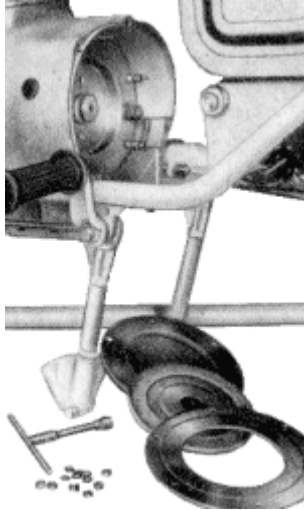

Bild 85. Einzelteile der Kupplung
3. Äußere Druckplatte, Kupplungsscheibe und innere Druckplatte abnehmen (**Bild 85**).